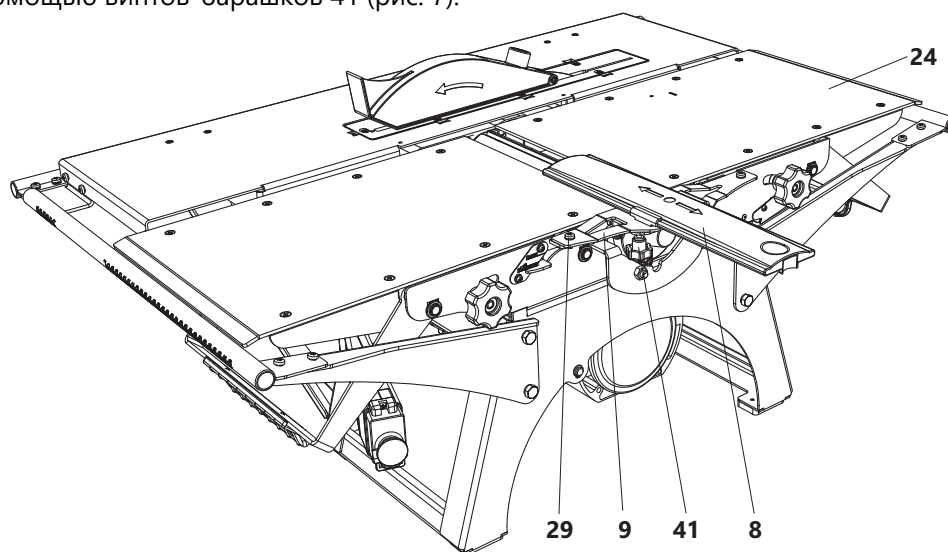

Рис. 7
- вставить между зацепами кронштейна 9 ограждение ножевого вала 8 и зафиксировать его с помощью винтов-барашков 41 (рис. 7).